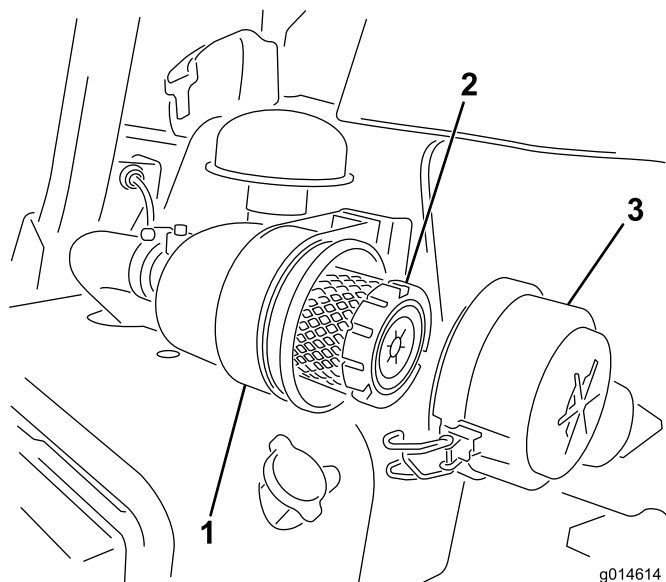

図 41
1. エアクリーナのカバーをボディに固定しているラッチを外す(図 41)。
6. ラッチをしっかりと掛ける (図 41)。